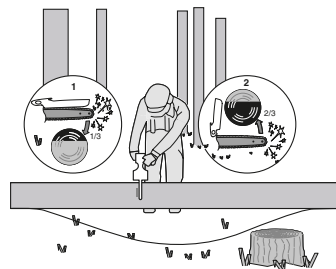

Abbildung 4
Wenn der Baumstamm gemäß Abbildung 4 an beiden Enden abgestützt ist, sägen Sie ein Drittel des Stammdurchmessers von oben ein (Vorhandschnitt) (1). Führen Sie anschließend den endgültigen Schnitt (2) durch, indem Sie die unteren zwei Drittel des Stammes von unten sägen, um auf den ersten Schnitt zu treffen.